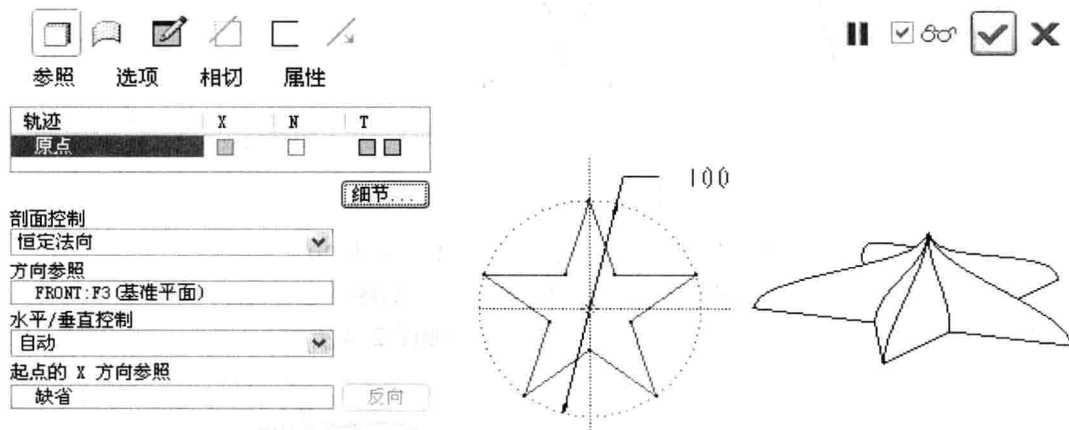

图 2-6 创建可变截面扫描
(3) 创建可变截面扫描特征, 如图 2-6 所示。
① 单击图标按钮 , 弹出扫描特征定义栏。
② 单击图标按钮  (定义扫描特征为实体), 在图形中选取第 2 步绘制的直线为扫描轨迹(轨迹方向向上), 单击特征定义栏中的“选项”→“可变截面”。
③ 单击特征定义栏中的图标按钮 , 完成变截面扫描特征。